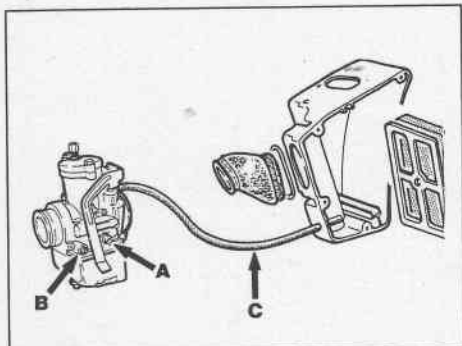

Fig. 30 - Carburatore.
- registrare la vite del minimo (A fig. 30) in modo da ottenere una rotazione costante del motore;
- avvitare o svitare la vite miscela minimo (B fig. 30) fino ad ottenere il maggior numero di giri del motore;
- regolare quindi la vite del minimo (A fig. 30) fino ad ottenere un regime di rotazione più basso possibile, ma costante.
**IMPORTANTE:** assicurarsi che il tubo di alimentazione per aria massimo (C fig. 30) sia inserito nell'apposito foro sulla cassetta aspirazione per circa 40 mm., controllare inoltre che il gommino passacavo sia nella giusta posizione. (Solo su K-ROO 250 cc. e 212 cc.).